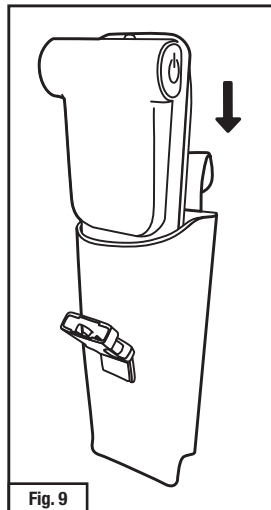

Fig. 9
3. O Estojo Serviço Pesado pode ser usado em ambos os lados do cinto de fixação. Se optar por usar a bateria e estojo no lado **direito** do cinto, deslize o adaptador TR-659 com bateria no Estojo Serviço Pesado TR-656 com o lado da bateria de frente para cinto (back) do estojo (Fig. 9).